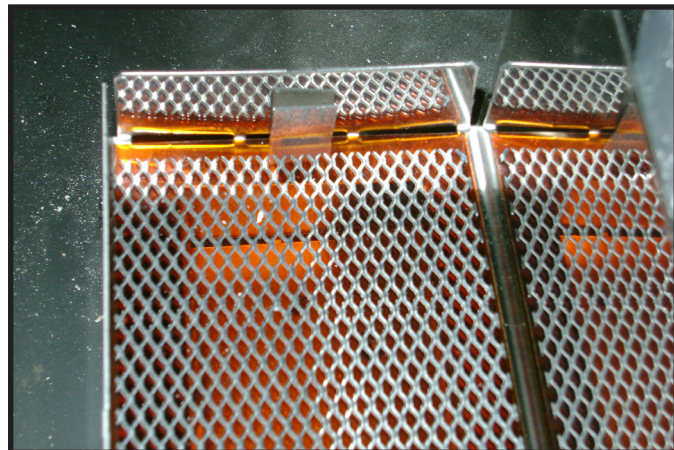

Figure 11.9 Bac des braises
1. Retirez le bac des braises en le soulevant du foyer. Il y a une languette en métal à chaque extrémité du bac des braises qui s'engage dans les fentes du bac des braises. Voir la figure 11.9.
3. Réinstallez le bac des braises sur la boîte des braises en insérant les languettes de la boîte des braises dans les fentes du bac des braises. Voir la figure 11.9.